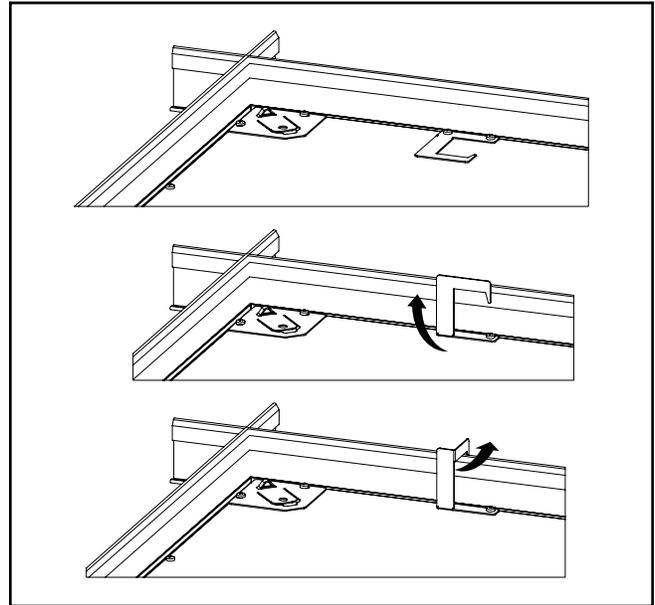

Figura 3.
6. Se proporcionan clips de rejilla para una retención adicional al sistema de cielo raso. Oriente las 4 lengüetas en la parte posterior de la luminaria sobre la rejilla en T doblando las lengüetas 90 grados perpendiculares a la parte posterior de la luminaria. Luego doble las lengüetas a 90 grados hacia el marco de la rejilla en T. (Figura 3.)